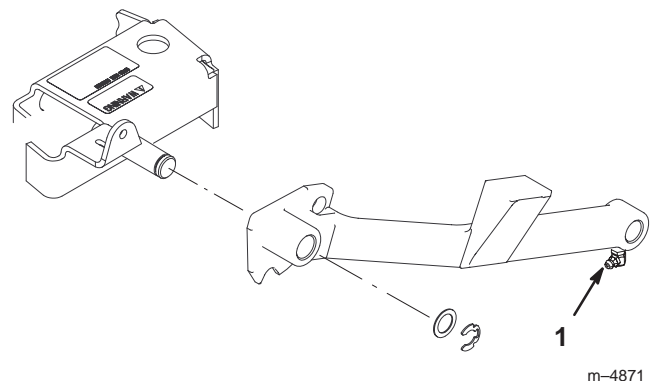

Bild 67
3. Fetten Sie die Schmiernippel an den Schubarmen ein (Bild 67).